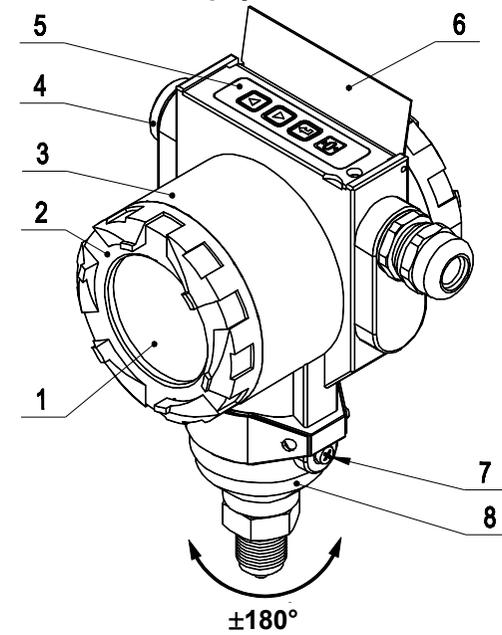

Рисунок 2.2
-- кнопка «» подстройки (корректировки) «нуля» (одна или две – в зависимости от исполнения корпуса). В корпусах с кодом при заказе Р1 и Р3 внешняя кнопка подстройки нуля расположена сбоку корпуса (см. рисунок 2.2);